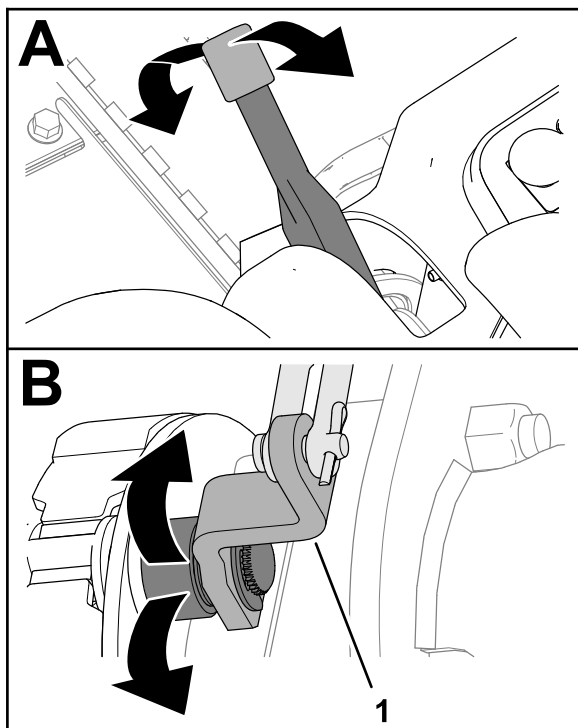

Рисунок 67
2. Переведите рычаг стояночного тормоза вверх и вниз, чтобы убедиться в том, что рычаг кулачка тормоза перемещается свободно (Рисунок 67).